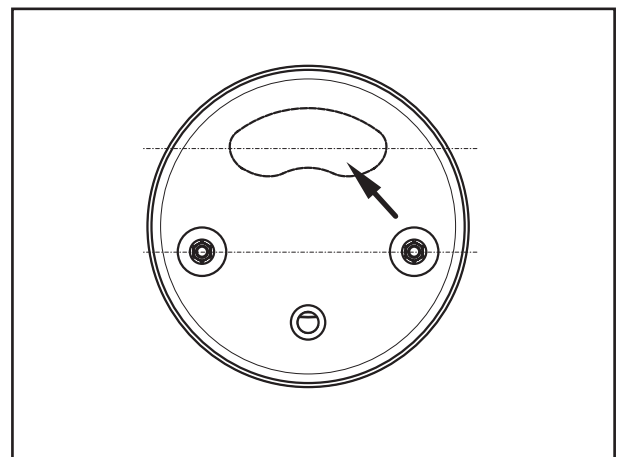

Fig. 14
- [7]  Vor dem Festziehen der Sicherungsschraube die oberen Befestigungspunkte zu der Vertiefung in der Federglocke (Fig 14/Pfeil) parallel ausrichten, damit der Luftfederbalg nach dem Einbau nicht verdreht ist (nur bei DLU).
-  Before tightening the locking screw, line up the upper attachment points in parallel with the recess in the piston (Fig 14/arrow), so that the air bag will not be tilted after it is installed (DLU only).
-  Avant de serrer la vis de sûreté, bien aligner les points de fixation supérieurs par rapport à l'évidement du piston de ressort (Fig. 14/flèche) afin d'éviter qu'après montage le coussin d'air ne soit tourné pas en mauvaise position (uniquement pour DLU).